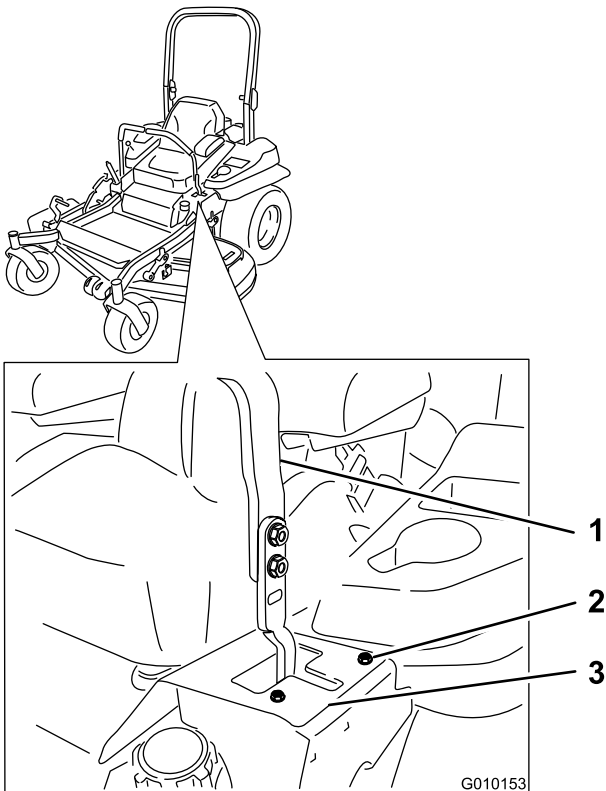

Bild 55
6. Wenn die Maschine nach rechts zieht, lösen Sie die Schrauben und versetzen die linke Anschlagplatte am linken T-Schlitz nach hinten, bis die Maschine geradeaus fährt (Bild 55).
7. Wenn die Maschine nach links zieht, lösen Sie die Schrauben und versetzen die rechte Anschlagplatte am rechten T-Schlitz nach hinten, bis die Maschine geradeaus fährt (Bild 55).
8. Ziehen Sie die Anschlagplatte fest (Bild 55).